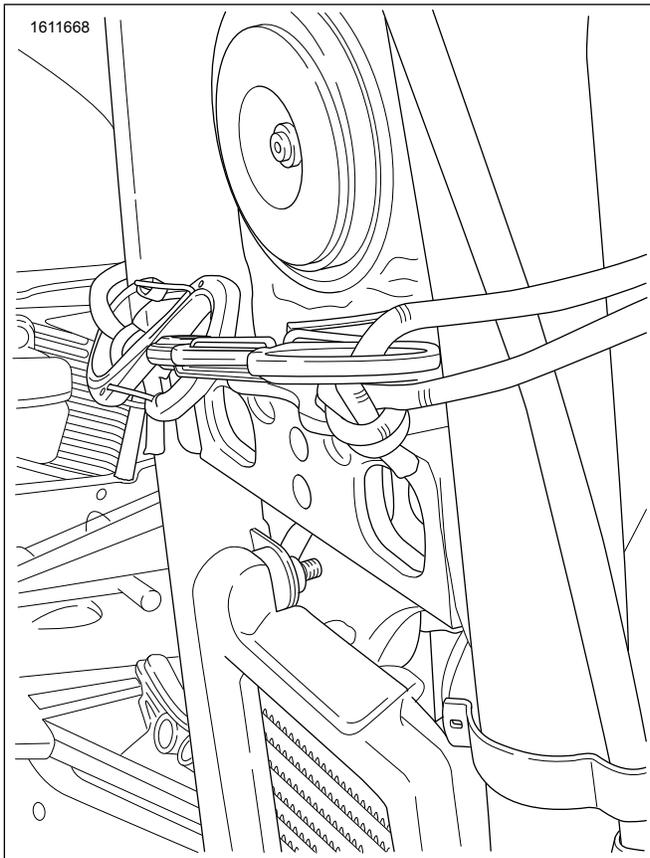

Figure 4. Fixation du tube de descente sous la tête de direction
3. Voir la Figure 4. Attachez les cordons élastiques avant l'un à l'autre sous la tête de direction. Utilisez des pinces en plastique.